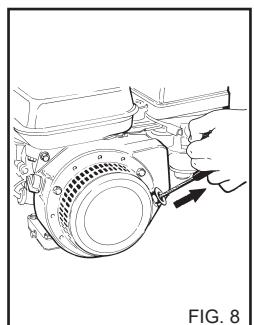

FIG. 8
- 4) Start de verbrandingsmotor door aan de zichzelf opwikkelende kabel te trekken (fig. 8).